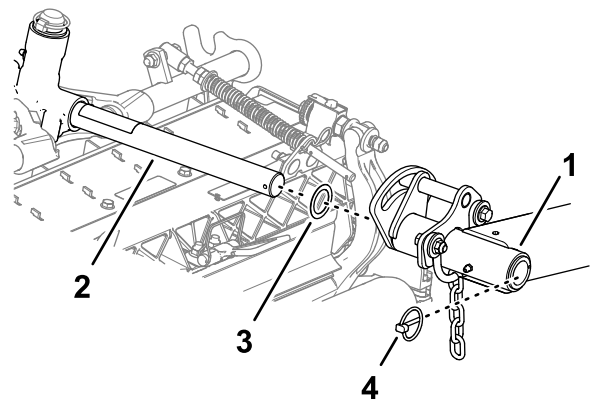

**Figure 17**
1. Retirez la goupille à anneau et la rondelle qui fixent l'axe de pivot du bras de levage au bras de levage, et sortez l'axe de pivot du bras (Figure 17).